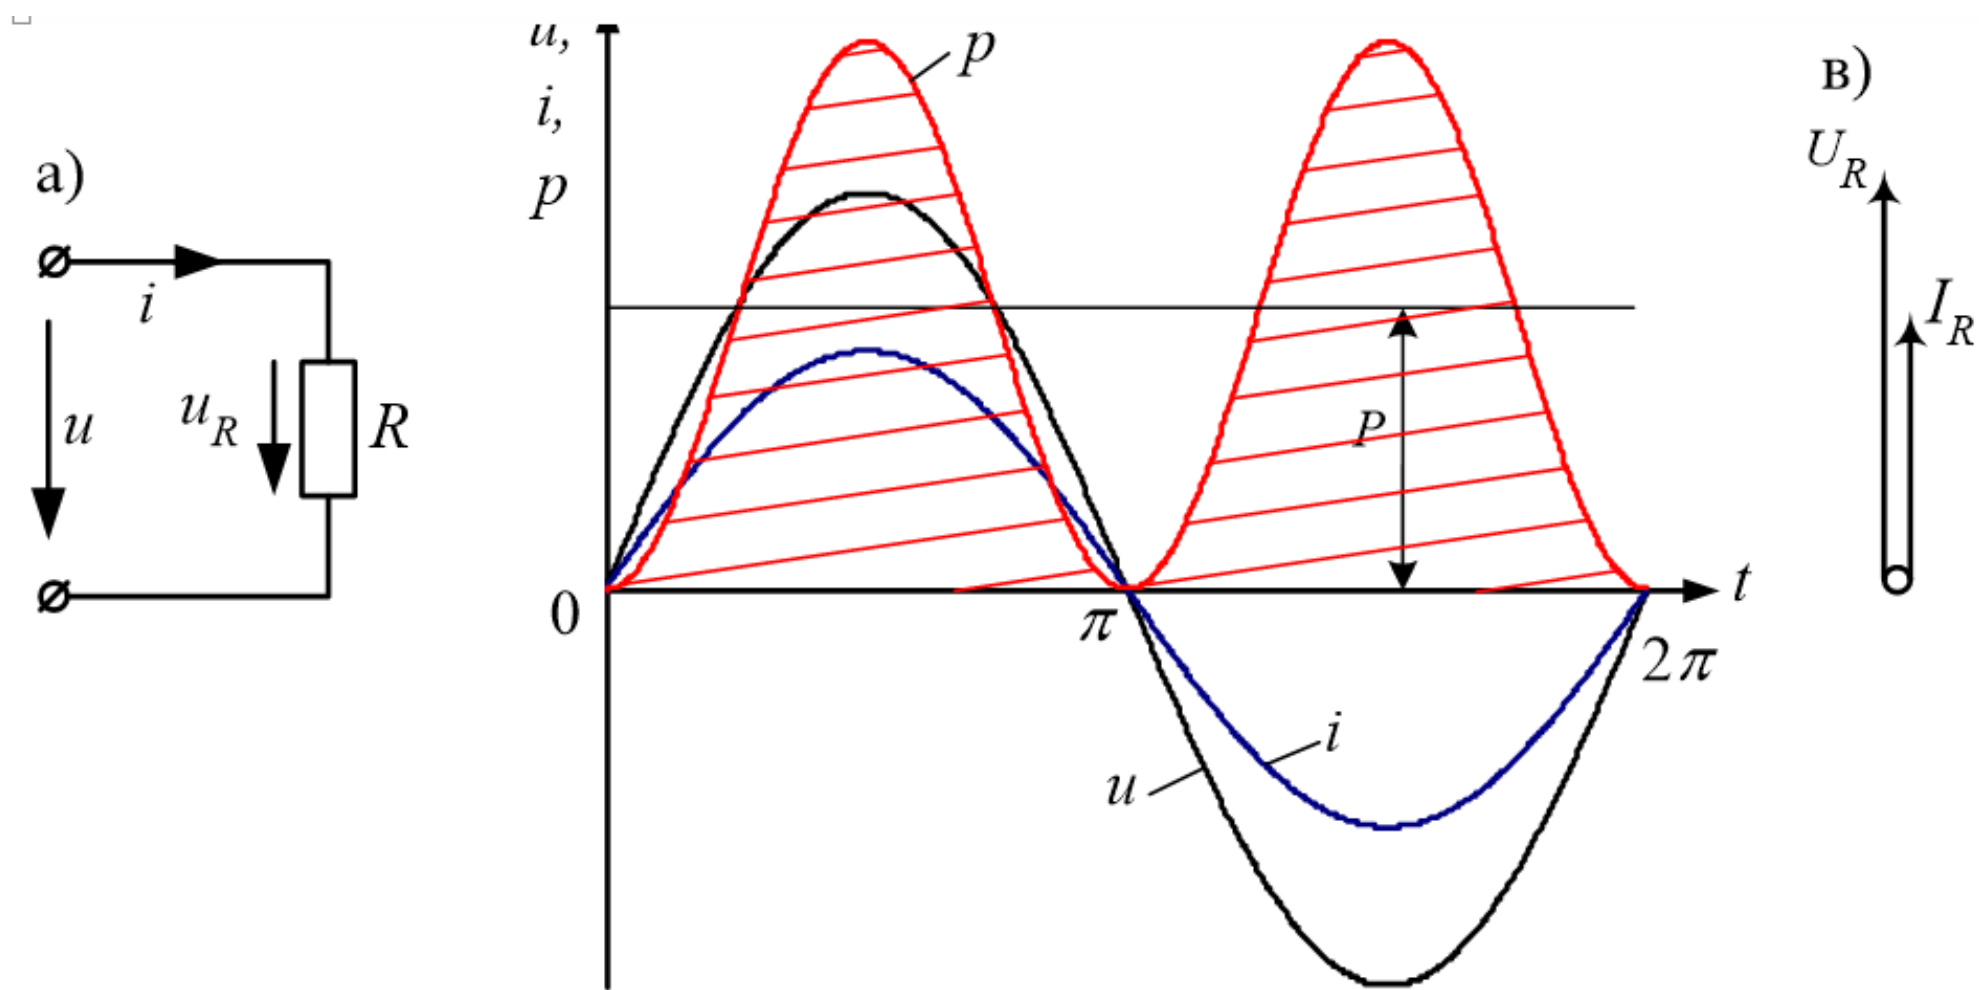

Рисунок 3.1 – До розгляду кола змінного струму з резистивним елементом:
При підключенні активного опору  $R$  до джерела (рис. 3.1, а) з напругою  $u = U_m \sin(\omega t + \psi_u)$ , де  $U_m$  – амплітуда напруги,  $\omega$  [рад/с] – кругова частота ( $\omega = 2\pi f = 2\pi/T$ , де  $f$  [Гц] – циклова частота,  $T$  [с] – період),  $\psi_u$  – початкова фаза напруги, то у відповідності до закону Ома в колі протікатиме струм
*Таким чином, в колі змінного струму з активним опором струм змінюється за тим же законом, що й напруга (рис. 3.1, б) і вони співпадають за фазою.*
Векторна діаграма напруги і струму резистивного елемента приведена на рис. 3.1, в.
Як видно з рис. 3.1, б, миттєва потужність  $p(t)$  коливається з подвійною частотою навколо середнього значення  $P$  від нуля до амплітудного значення, тобто завжди залишається додатною.